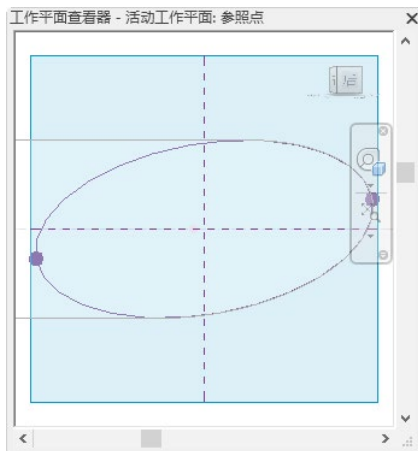

图 2-6 “工作平面查看器”窗口
(2) 单击“创建”选项卡“工作平面”面板上的“查看器”按钮, 打开“工作平面查看器”窗口，如图 2-6 所示。